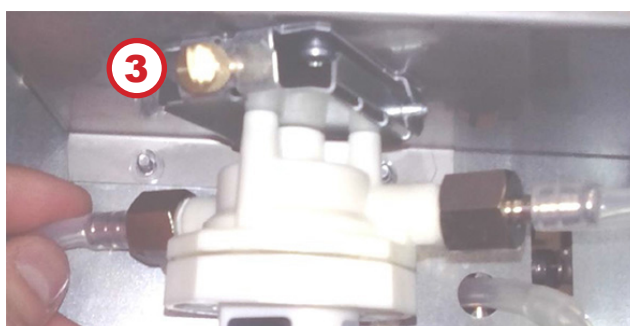

Рисунок 8
4. Отверните винт (3) (см.рис.8).